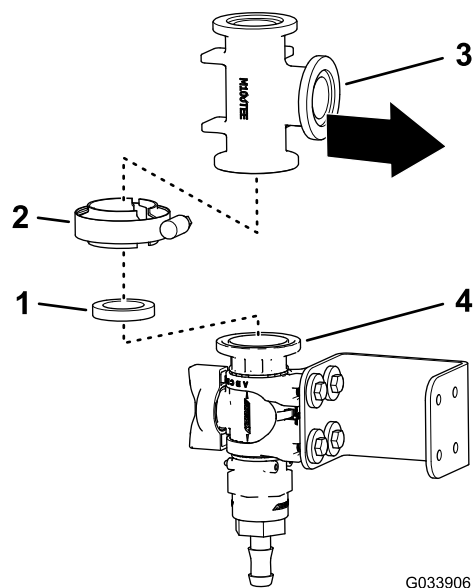
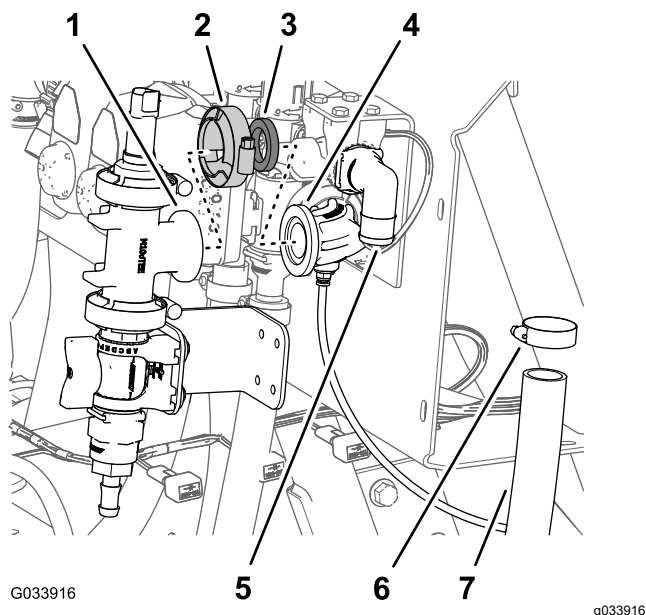
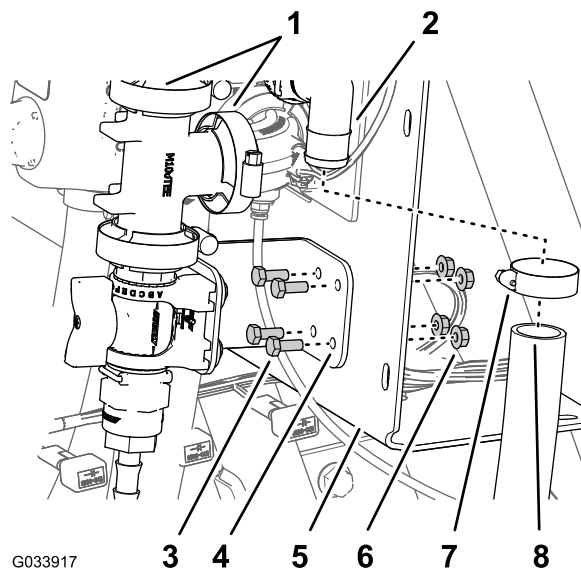

Figura 29
Figura 31
Figura 34
4. Allineate la flangia del raccordo a T alla flangia della valvola di regolazione, come illustrato nella Figura 29.
5. Fissate, senza serrarlo, il raccordo a T alla valvola di regolazione utilizzando una guarnizione e un morsetto flangiato (Figura 29).
2. Fissate, senza serrarlo, il raccordo a T e il raccordo a 90° utilizzando una guarnizione e un morsetto flangiato (Figura 31).
1. Allineate la flangia del raccordo a T alla flangia del raccordo a 90° con un connettore per il tubo di rilevamento (Figura 31).
4. Rimuovete la fascetta, la guarnizione, il raccordo a T con la flangia dal raccordo a 90° con un connettore per il tubo di rilevamento (Figura 31).
1. Allineate la flangia del raccordo a T alla flangia del raccordo a 90° con un connettore per il tubo di rilevamento (Figura 34).
2. Fissate, senza serrarlo, il raccordo a T e il raccordo a 90° utilizzando una guarnizione e un morsetto flangiato (Figura 34).
4. Serrate manualmente il morsetto flangiato che fissa la valvola di regolazione e il raccordo a T (Figura 29) e il morsetto flangiato che fissa il raccordo a T al raccordo a 90° con un connettore per il tubo di rilevamento (Figura 31 e Figura 34).